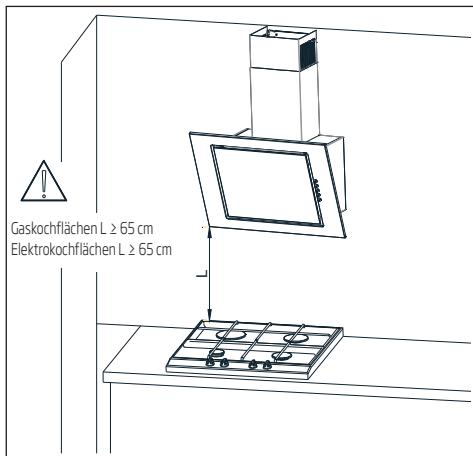
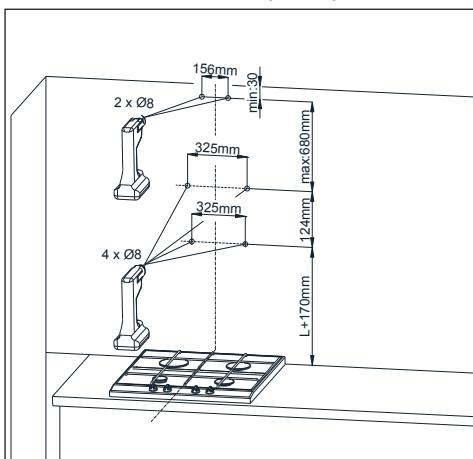

Abb. 3 Empfohlene Abstände zum Kochbereich
Abb. 4 Montageabmessungen
Der Mindestabstand zwischen der Oberfläche zum Aufsetzen des Geschirrs auf dem Kochbereich (Gas, Elektroherd) und dem untersten Teil der Haube (Abb. 3) muss bei Elektroherden mindestens 65 cm und bei Gasherden mindestens 65 cm betragen. Wird in der Betriebsanleitung des Kochfeldes ein höherer Abstand für die Montage der Haube angegeben, so ist dieser höhere Abstand einzuhalten. Die Installation der Haube und des Kamingehäuses ist in den Abbildungen dargestellt (Abb. 4 - Abb. 9). Die Haube ist mit Befestigungsbolzen ausgestattet, die für die meisten Wände und Decken geeignet sind. Beachten Sie bei der Montage die üblichen Regeln für die Abluftableitung aus dem Gebäude.
1. Legen Sie die Achse des Kochfeldes fest und projizieren Sie diese anschließend an die Wand, an der die Haube montiert werden soll. Markieren Sie alle notwendigen Punkte zur Befestigung der Haube. Bohren Sie anschließend die Löcher. (Abb. 4)